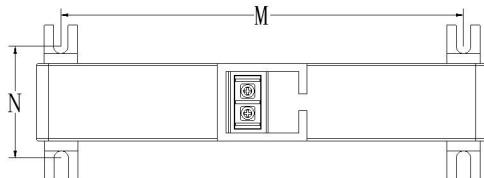
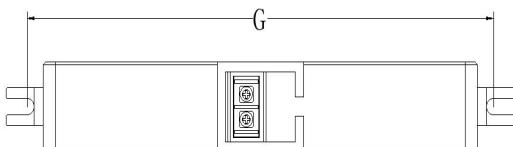

图 7 第一种方式螺钉安装
图 8 第二种方式螺钉安装
(2) CTZH62F-1435 和 CTZH62F-1940 有两种方式, 第一种方式安装尺寸如下图 7 所示, 单位 (mm); 第二种方式安装尺寸如下图 8 所示, 单位 (mm)。